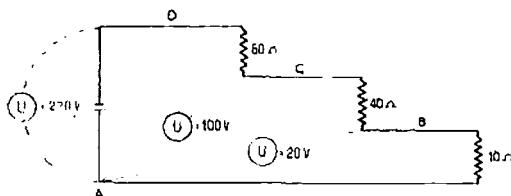

Fig. 33. — Căderea de tensiune într'un circuit electric
19. Căderea de tensiune. Să montăm circuitul arătat în fig. 33 compus dintr-o sursă de curent și trei rezistențe de 6Ω , 4Ω și 10Ω , parcurs de un curent având intensitatea de 2 A . Cu ajutorul unui voltmetru să măsurăm tensiunea menținând o clemă a acestuia la borna A a sursei de curent, iar cealaltă clemă o vom muta în diferite puncte ale circuitului prin care trece curentul.